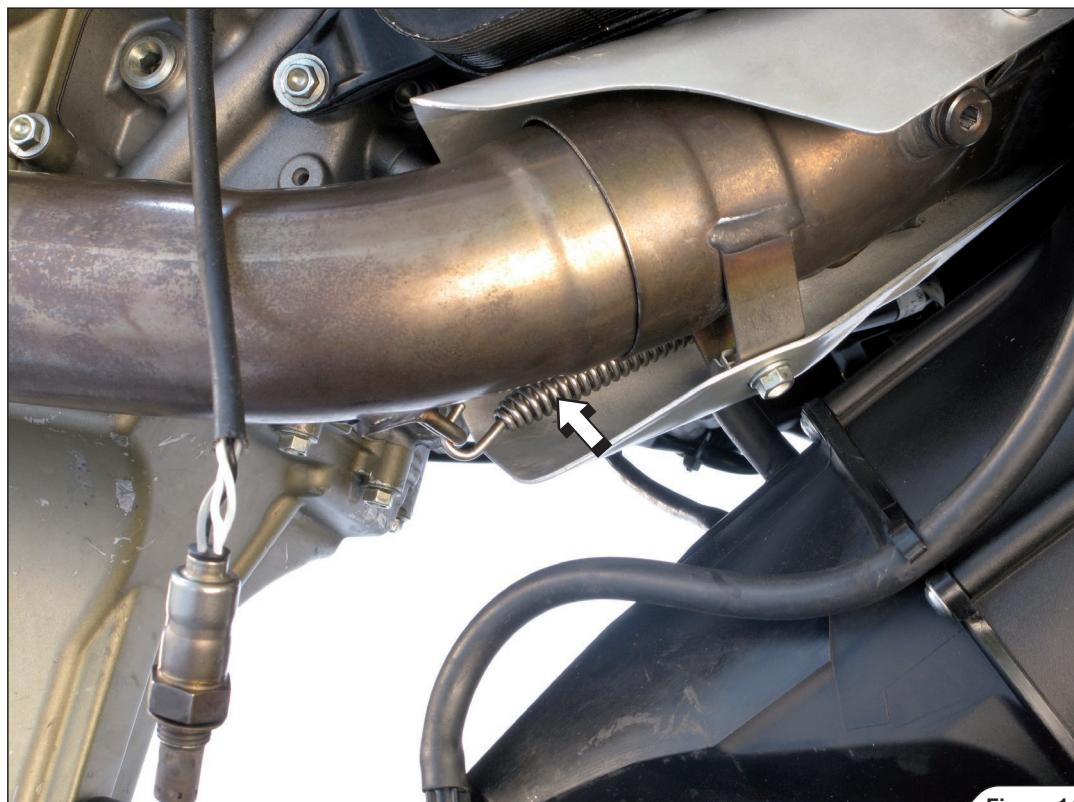

Figure 14
10. Décrocher le ressort indiqué du collecteur avant (Figure 14).